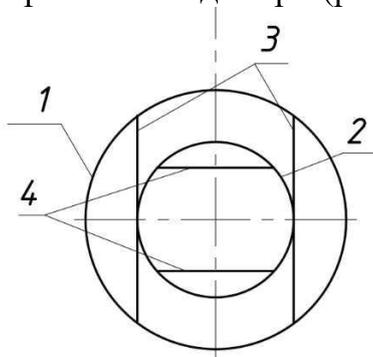

Рис.4.11
- Креслимо вид згори (рис. 4.11).